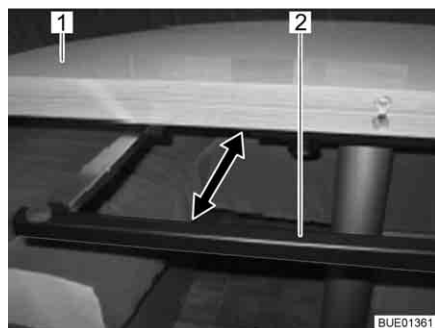

Fig. 96 Staffa di supporto
- Estrarre la staffa di sostegno (Fig. 96,2) fino all'arresto al di sotto del piano del tavolo (Fig. 96,1).